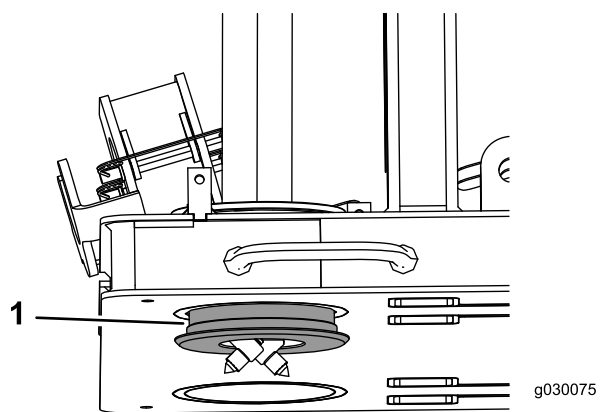

Figure 8
- Insérez le guide en passant sous la plate-forme (Figure 8) et serrez les boulons.